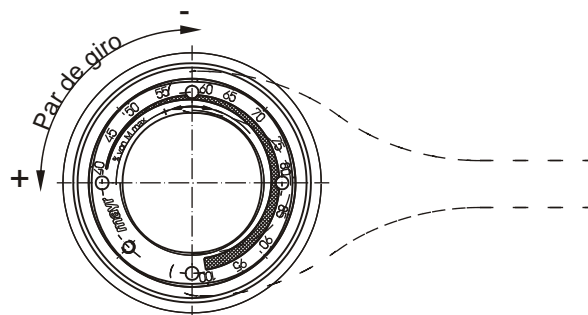

Figura 9
- 2) Suelte los 4 pernos roscados de seguridad (7.1) en la tuerca de ajuste (7).
- 3) Gire la tuerca de ajuste (7) con ayuda de la escala de ajuste estampada (Figura 9) en sentido horario o antihorario mediante una llave para tuercas ranuradas o llave de espigas hasta ajustar el par deseado.
- 4) El par deseado resulta de la superposición de la marca en el cubo (1) y de la indicación del porcentaje en la tuerca de ajuste (7) (Figura 9).